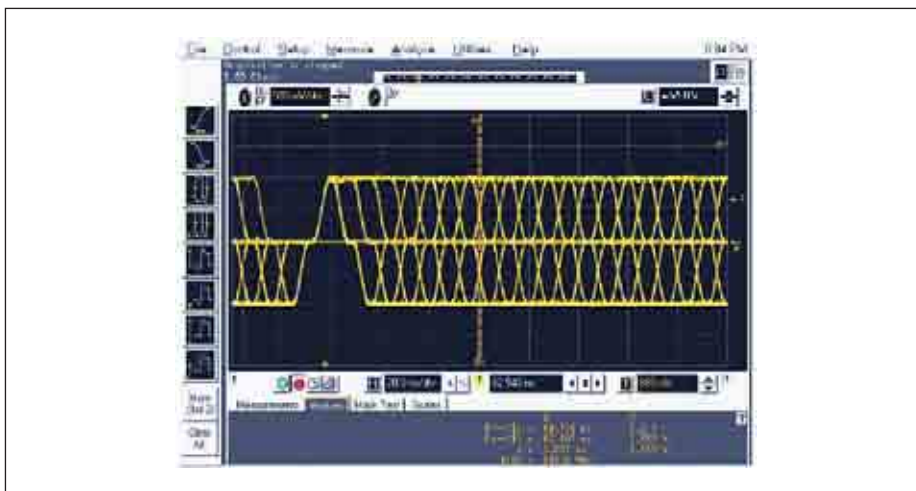

Рис. 18. Нормальные выходные импульсы для 100 BT
- Далее можно перейти к режимам проверки приема/передачи данных. Измерить нормальные диаграммы передачи и получения кадров 100 BT на Tx+/- или на Rx+/-, когда кабель подключен, так, как показано на рис. 18.